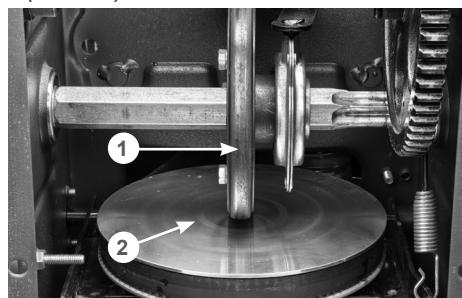

Рис. 41. Обслуживание трансмиссии
не позволяет устранить проблему, возможно, фрикционное колесо 3 (Рис. 41) полностью износилось и его необходимо заменить.
Не допускайте попадания смазки на резиновое фрикционное колесо 3 и ведущий диск 4 (Рис. 41).
- Проверьте состояние фрикционного колеса 3 (Рис. 41). Если высота резинового кольца относительно фрикционного колеса 2 мм и менее, если на резиновом кольце имеются повреждения и разрывы, фрикционное колесо необходимо заменить.